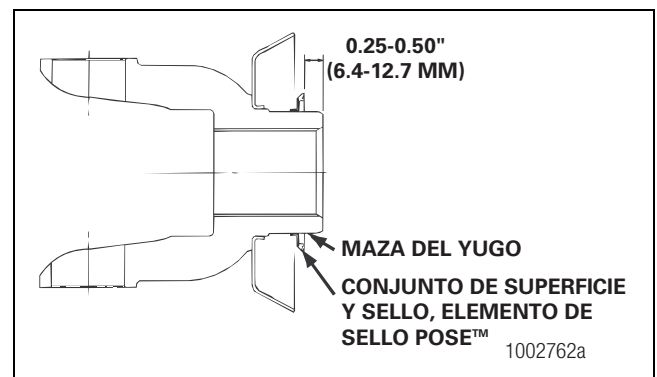

Figura 5.109
- Instale a mano el sello POSE™ en la maza del yugo o de la brida. Los bordes del sello deben quedar hacia la punta de la maza, hombro opuesto. Deslice el sello POSE™ en la maza hasta que los bordes estén a 0.25-0.50 de pulgada (6.4-12.7 mm) de la punta de la maza. No instale el sello POSE™ contra el hombro. Figura 5.109.